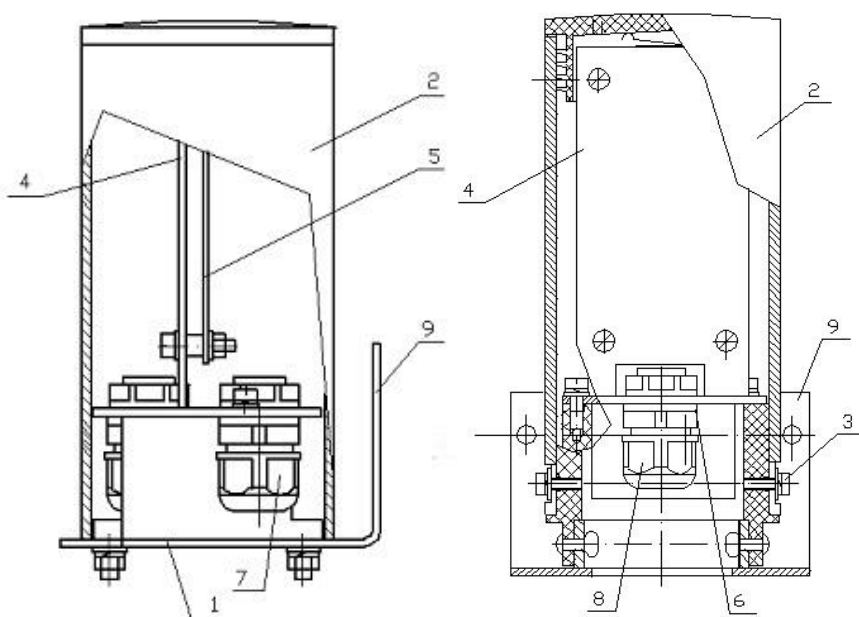

Рис. 5.1
5.1.1 КС имеют сходную конструкцию см. рис. 5.1 и выполнены в металлических корпусах 1 со съемной крышкой 2, со степенью защиты IP65. Крепление крышки осуществляется двумя винтами 3. В корпусе установлено шасси 4. На обратной стороне шасси закреплена печатная плата 5. Через окно в шасси обеспечен доступ к установленному на плате набору зажимов ИЗВ1 (ИЗВ2) для подключения кабелей БПРД ПРИЗМА (БПРМ ПРИЗМА или И12). С обратной стороны шасси на плате установлен набор зажимов, для подключения проводов соединительного кабеля. В верхней части платы установлена